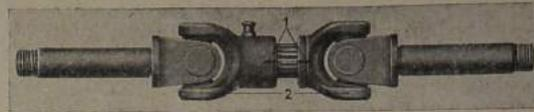

Bild 209: Die Gabeln zweier Gelenkpaare müssen in einer Ebene liegen
1. Die Gelenkwelle für den Lüfterantrieb muß derart zusammengesteckt werden, daß beide Gelenkgabeln in einer Ebene liegen (Bild 209).